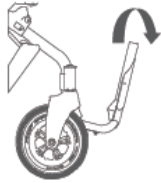
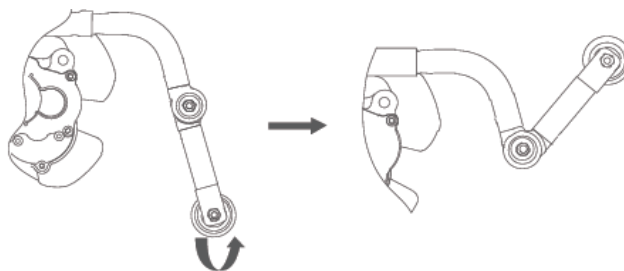

Ilustración 5.6
Ilustración 5.11
- Abata el reposapiés, según se muestra en la ilustración 5.6.
- Según se muestra en la ilustración 5.6, presione el botón de retracción de ensamblaje antiroll y gire el ensamblaje en el sentido de las agujas del reloj hasta que se escuche un sonido de "clic". Una vez que se ha tirado hacia atrás el ensamblaje antiroll, el usuario no deberá colocarse sobre la rueda antiroll con su pie, según se muestra en la ilustración 5.11.